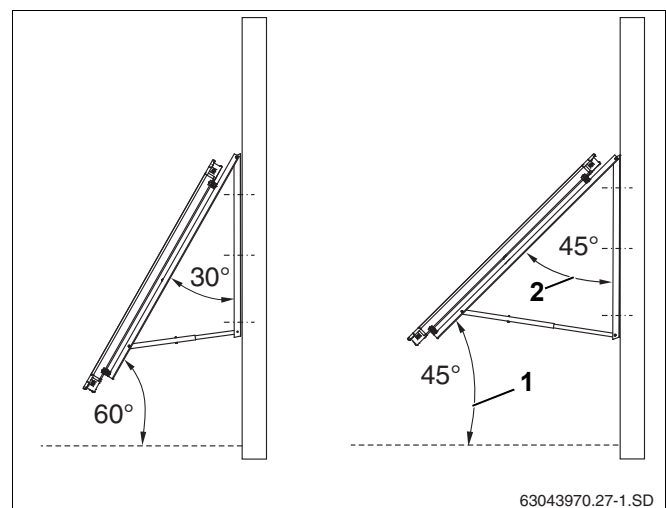

Рис. 10 Установочный угол коллектора на фасаде
- ▶ Установочный угол коллектора (рис. 10, **поз. 1**) относительно горизонта должен быть от 45° до 60° (т.е. угол наклона коллектора рис. 10, **поз. 2**, должен лежать в пределах от 30° до 45°).